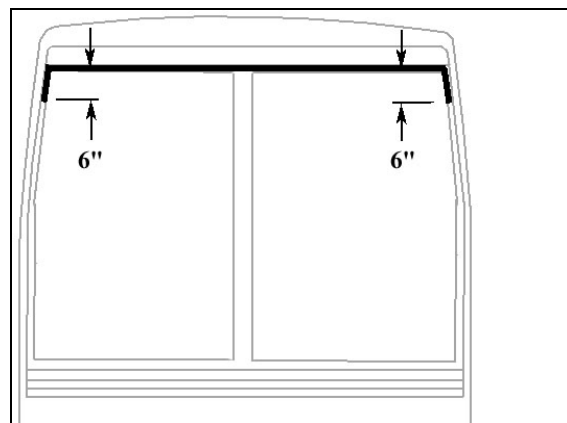

FIGURE 20 : APPLICATION DE SIKI 221 NOIR
- Appliquer du Sika 221 noir (Figure 20) entre la fibre de verre et la pièce extrudée en caoutchouc.